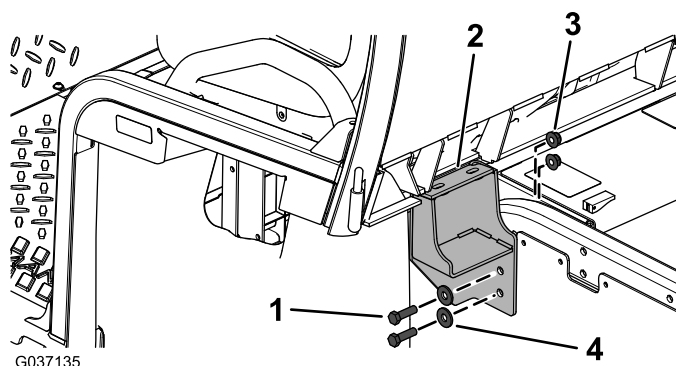

Figur 6
8. Brug de nye gulvpladestøtter som vejledning, og bor tre huller (9,5 mm i diameter) i hver gulvplade (Figur 6).
Vigtigt: Bor kun de forreste 2 huller på de nye gulvpladestøtter og det bageste hul længst væk som vist i Figur 6.